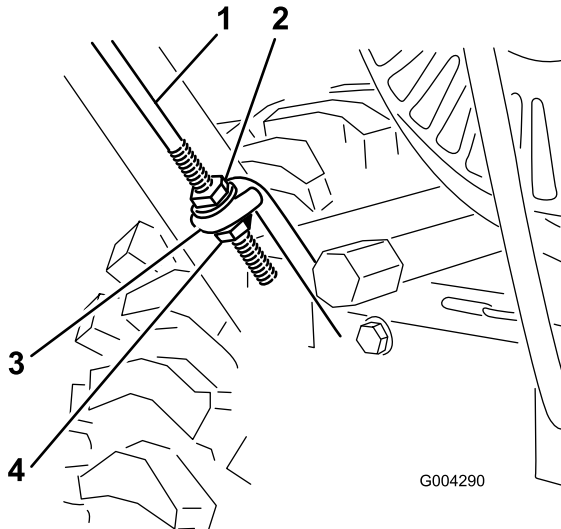

Figura 4
1. Perno dell'asse (2)
2. Vite a testa cilindrica e rondella Belleville (4)
- Avvitare un dado flangiato (non quello di bloccaggio), con il lato flangia in basso, sull'asta di trazione montata a sinistra della stegola (Figura 4).
- Posizionate il lato sinistro del gruppo stegola contro il fianco dello spazzaneve, ed inserite l'estremità dell'asta di trazione nel cerchio dell'asta di trazione inferiore (Figura 4).
1. Avvitare il dado di bloccaggio flangiato (flangia in alto) in fondo all'asta del comando della trazione, sotto il cerchio nel tirante inferiore (Figura 4).